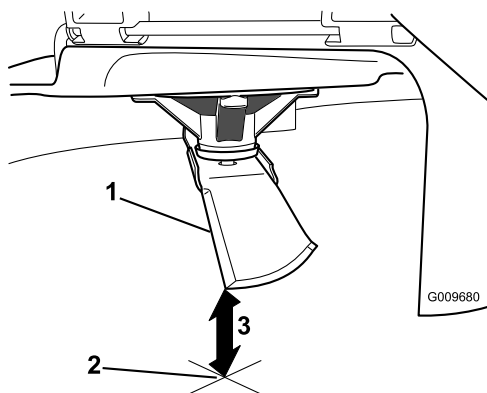

Bild 63
3. Messen Sie von der Messerspitze bis zu ebenen Fläche (Bild 63).